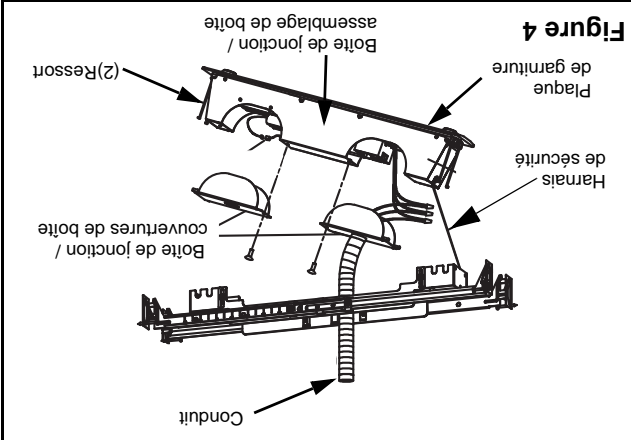

Figure 4
4. Ajuster la hauteur du support verticalement en utilisant les fentes d'ajustement et serrer toutes les vis sur l'ajustement des fentes et le support de cintre de barre pour fixer le support de cintre de barre et le cintre de barre au boîtier. Assurez-vous que l'assemblage du cintre de barre est au même niveau que à la surface (voir fig.4).
6. Retirez le debouchure sur la couverture du boîtier de jonction où le courant alternatif entrera et installez le conduit CA laissant 6 pouces de fil (Fig.4).